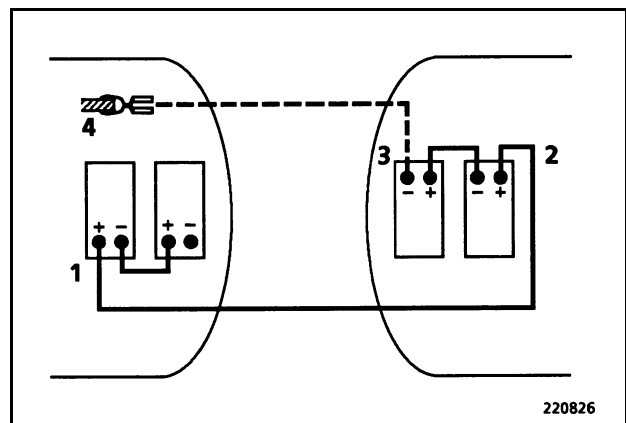

Fig. 4-2
- Minuspol an der Nehmer-Maschine (4, Fig. 4-2)
- Minuspol an der Geber-Maschine (3)
- Pluspol an der Geber-Maschine (2)
- Pluspol an der Nehmer-Maschine (1)